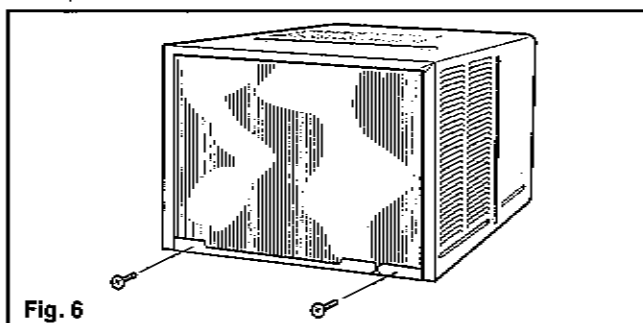

Fig. 6
- Enlevez les deux vis restantes se trouvant à l'arrière du caisson et qui fixent le châssis coulissant au caisson. (Fig. 6)